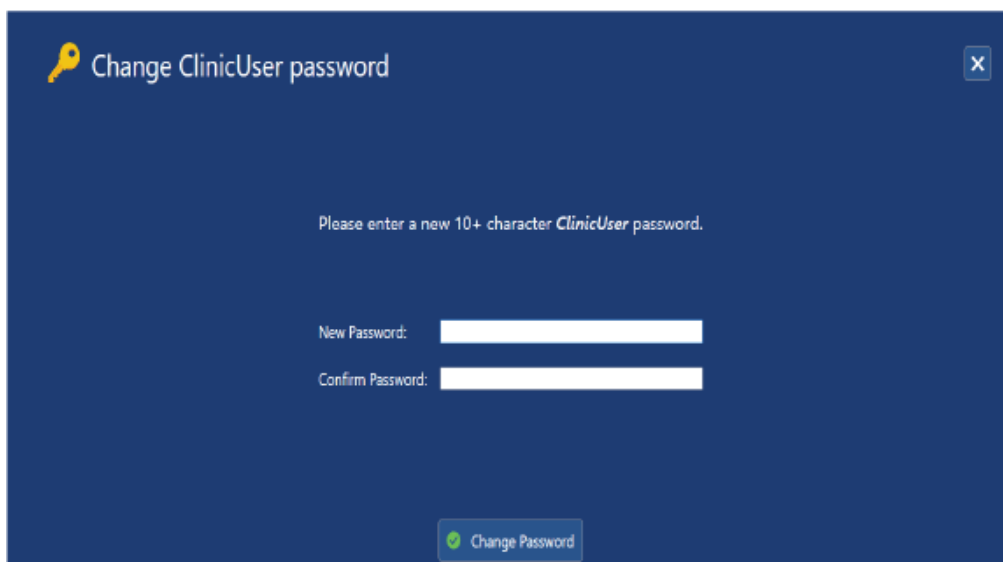

Рисунок 31. Обновление пароля
4. При появлении запроса введите новый пароль ClinicUser в поля New Password («Новый пароль») и Confirm Password («Подтверждение пароля»). Новый пароль клинического пользователя должен содержать не менее 10 символов. Убедитесь, что во всех полях Вы ввели одинаковый пароль ClinicUser. Затем нажмите **Change Password** («Изменить пароль») (рисунок 31).